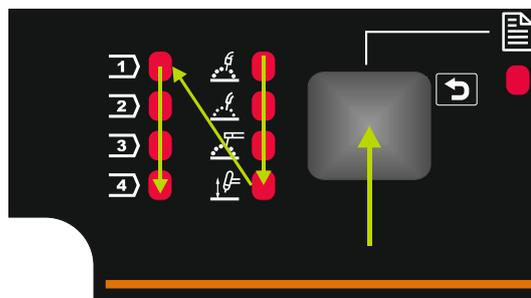

Figura 6
- Pulse otra vez el botón izquierdo [29] y el indicador del programa de soldadura (30 o 31) saltará a la siguiente en la secuencia que se muestra en la Figura 6.